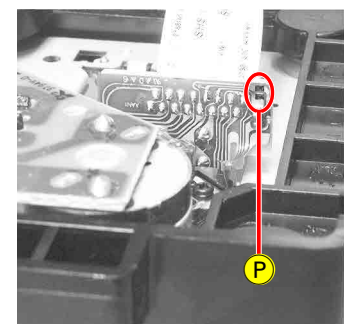

Fig. 11
- **Vor Abziehen des Flexprints Sicherheitslötstelle (P) (Fig. 11) schließen.**
- **Short circuit the protective solder joint (P) (Fig. 11) before unplugging the flexprint connector.**